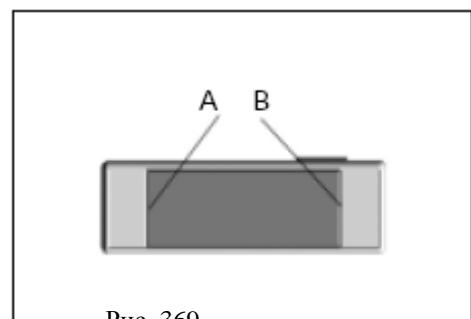

Рис. 369
- С помощью отвертки демонтируйте плафон освещения номерного знака в точках А и В, как показано на рисунке.(рис. 369)**